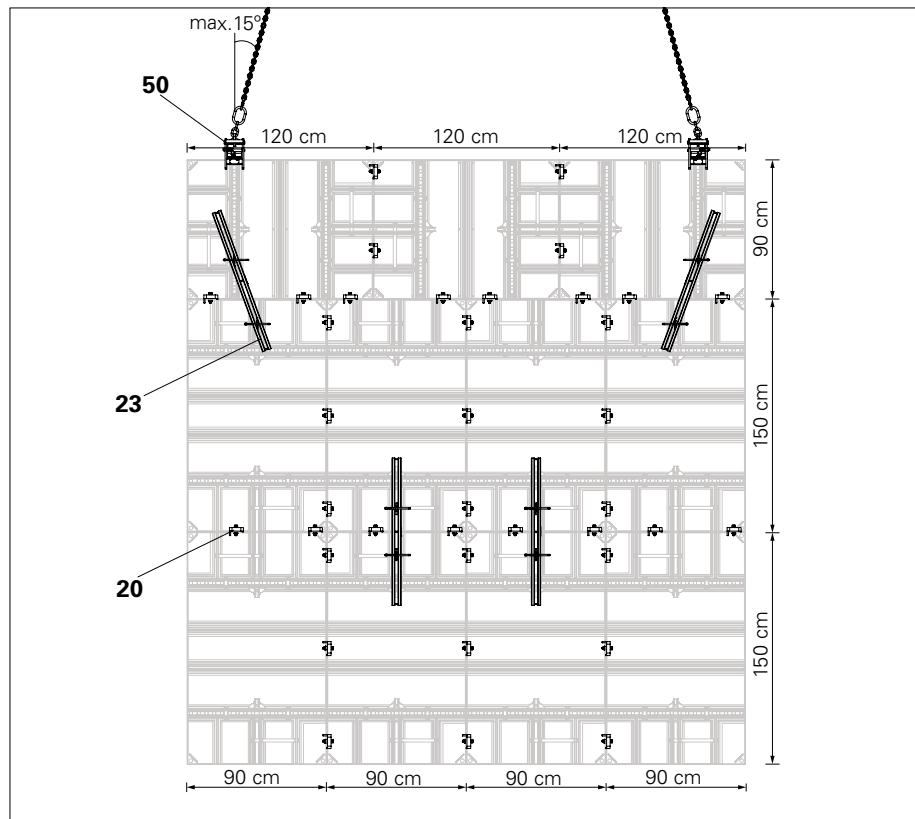

Fig. B6.01
Altezza raffigurata = 390 cm (Fig. B6.01)
Collegare i telai per mezzo di clip a cuneo HSA (20) e traverso di compensazione HSA 95 (23). (Fig. B6.01)